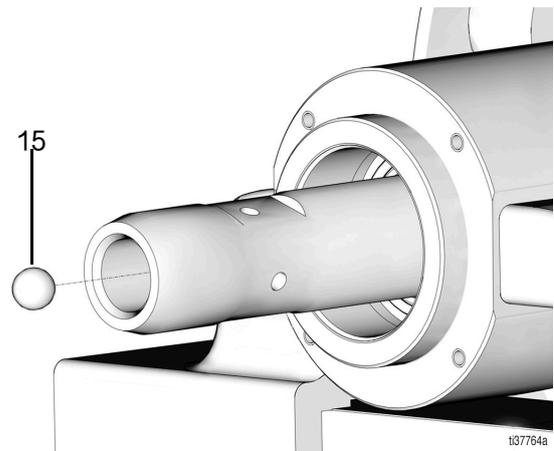

图 24
- 8. 更换活塞柱 (14) 和流体活塞 (9) 之间的止回球 (15) ( 图 24 )。